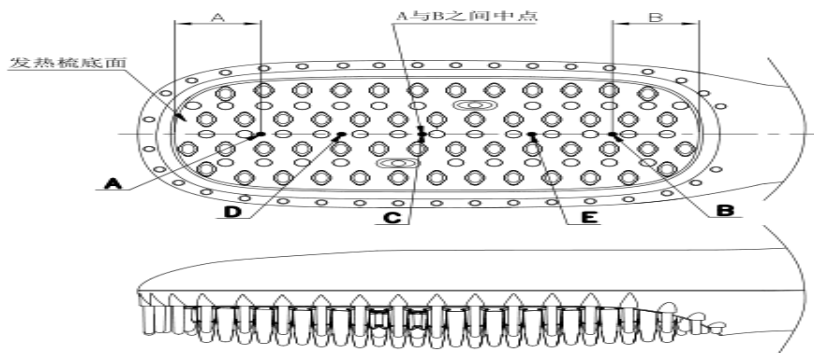

图6 热直发梳温度测量点置
c) 直发梳温度测量点位置：A、B、C、D、E，其中C点温度作标称温度值，见图6。